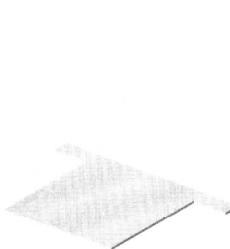

图 1.2 基体—法兰 1
Step2. 添加图 1.2 所示的钣金基础特征——基体—法兰 1。
(1) 选择命令。选择下拉菜单 **插入(I)** → **钣金(M)** → **基体法兰(A)...** 命令（或单击“钣金”工具栏上的“基体—法兰”按钮 ）。
(2) 定义特征的横断面草图。
① 定义草图基准面。选取前视基准面作为草图基准面。